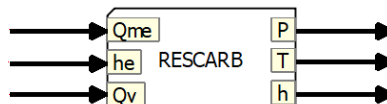

FIGURE 3 – entrées et sorties du supercomposant RESCARB
- Créez à partir de ce circuit un supercomposant représentant le réservoir de carburant et ayant pour entrées le débit massique et l'enthalpie de l'azote entrant, l'évolution temporelle du volume de gaz à l'intérieur du réservoir et pour sorties les pression, température et enthalpie du gaz dans le réservoir (voir illustration en figure 3). Nommez ce composant **ResCarb**. Vous ferez bien attention à que les paramètres généraux et initiaux du circuit correspondent aux données fournies pour ce réservoir.